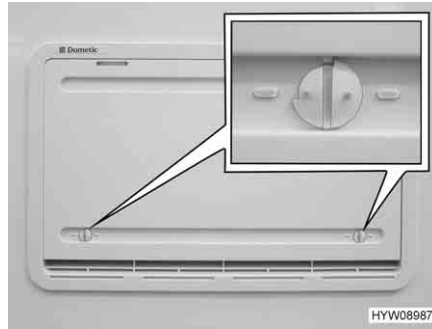

Fig. 177 Protection hivernale
Quand le réfrigérateur doit être utilisé à basses températures extérieures, le fabricant recommande d'employer une protection hivernale (Fig. 177) pour ses grilles d'aération du réfrigérateur.
- Ouvrir les deux dispositifs de verrouillage (Fig. 177) (la rainure est à l'horizontale).